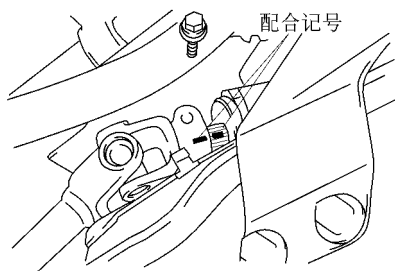

图 16-18 在扭力轴和锥齿轮轴上作上配合记号
1) 在扭力轴和锥齿轮轴上作上配合记号，旋松扭力轴上的螺栓，如图 16-18 所示。